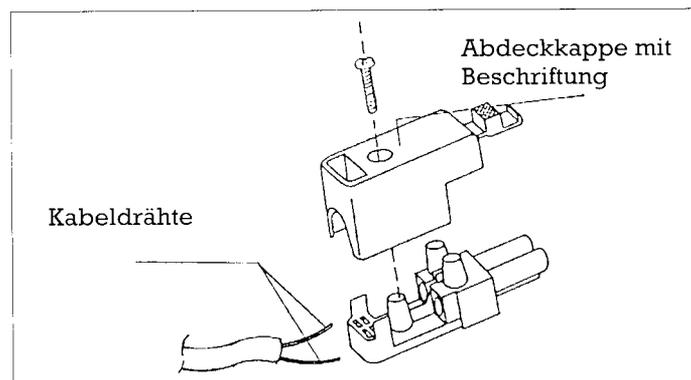

Abb. 4 Beispiel Steckerteil mit losgeschraubter Abdeckkappe.
- Das aufgesteckte Stecker- oder Buchsenteil abnehmen und die Abdeckkappe losschrauben (Abb. 4).